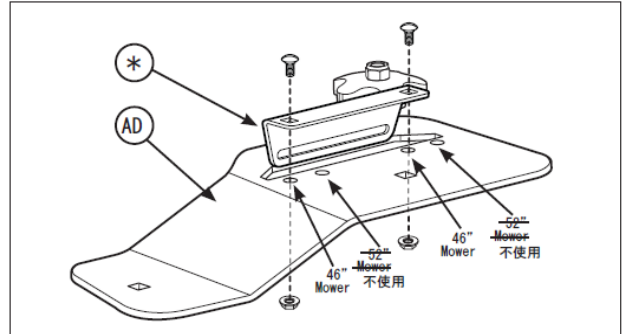

図6
4. 刈高ブラケット(図6の*)はブローベルトカバー(AD)の上にあらかじめ取り付けられています。ブラケットの取付位置は、図6に示された46"モア用の穴に組み付けてください。